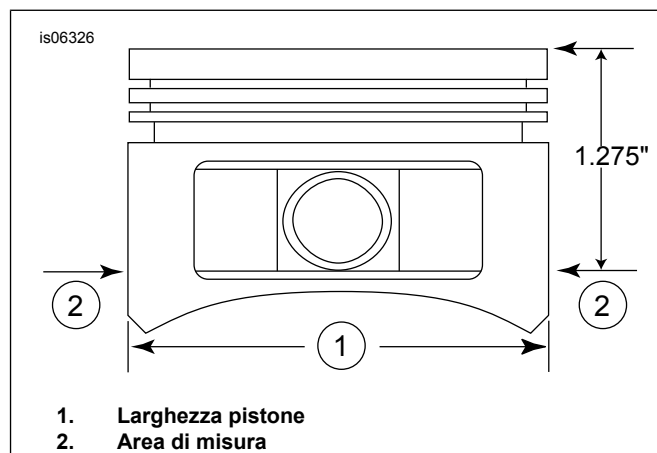

Figura 2. Misure pistone
5. Vedere Figura 2. Misurare la larghezza del pistone (1), 90 gradi orizzontalmente da entrambi i lati del foro dello spinotto del pistone e 32,38 mm (1.275 in) verso il basso, a partire dalla superficie del piano (superiore) del pistone (2). Per l'accoppiamento cilindro-pistone in questo punto, vedere Tabella 11 .